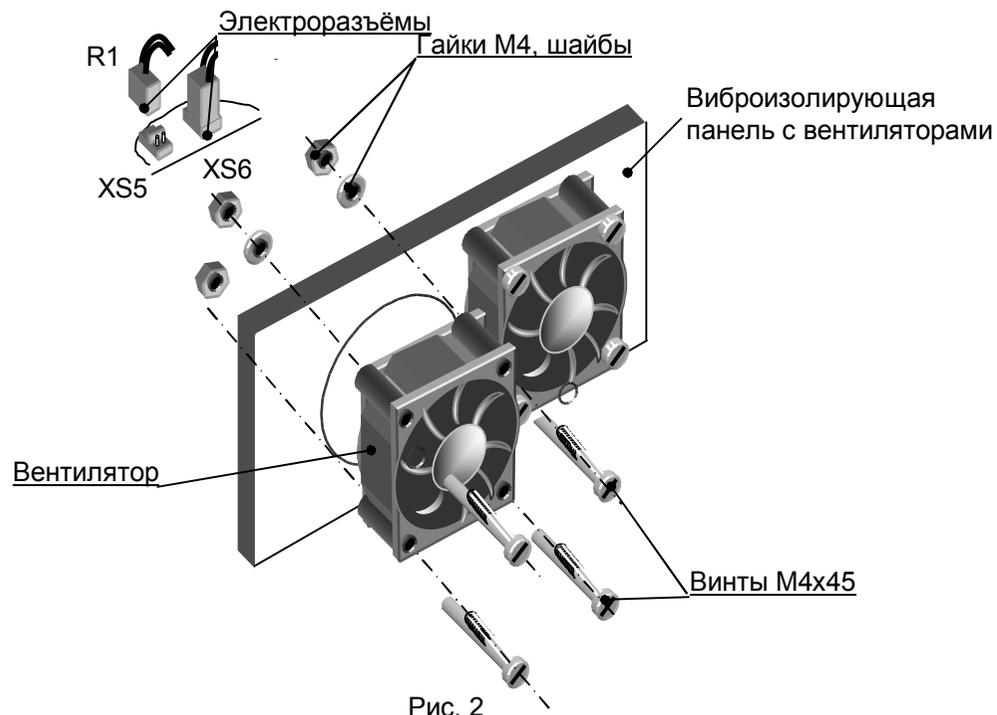

Рис. 2
7.3. Для замены вентилятора выполнить следующее (см. рис. 2):